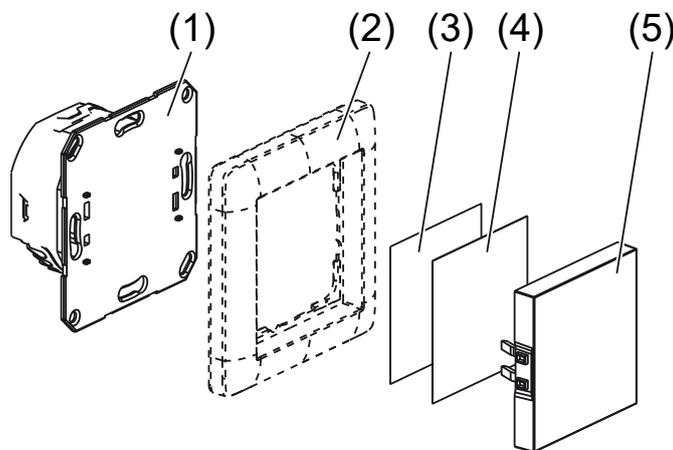
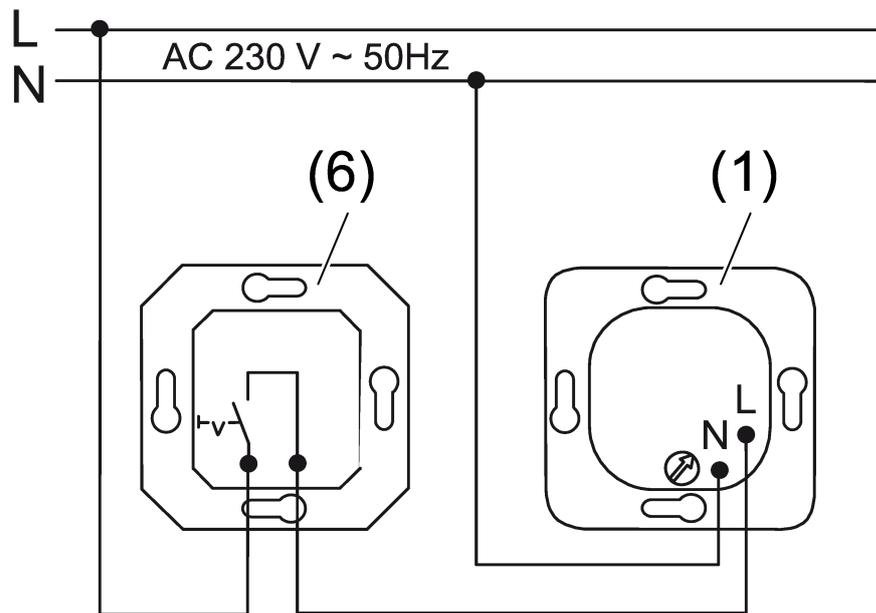

Figura 1: Struttura dell'apparecchio
Figura 2: Esempio di collegamento
(1) Inserto da incasso, lampada
(6) Interruttore
- Collegare l'inserto da incasso (1) secondo lo schema esemplificativo (Vedi figura 2).
- Montare l'inserto da incasso (1) nella scatola apparecchi. I morsetti di collegamento devono essere rivolti in basso.
- Completare la lampada (Vedi figura 1)